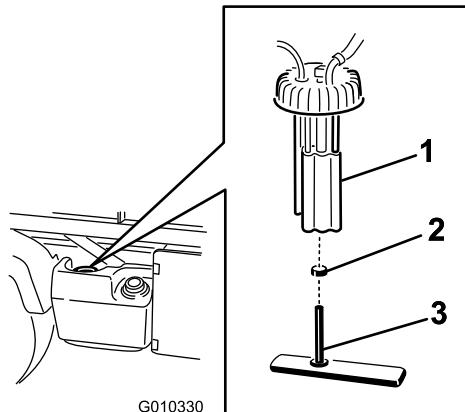

図 48
- 燃料ポンプからワイヤハーネスのコネクタを外す図 48。
- ホースのクランプをゆるめ、燃料ポンプキャップから燃料ラインを外す図 48。
- 燃料タンクの上部から燃料ポンプのキャップを外す図 48。
- タンクから、燃料ポンプアセンブリと燃料フィルタを外す図 48。
- フィッティングからホースを取り外す図 48。